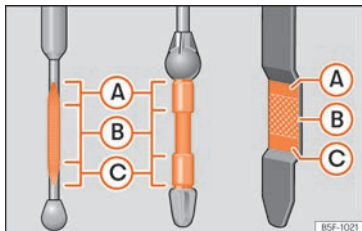

Fig. 244 Vareta de medição do nível de óleo.
- Em seguida, retire-a novamente e verifique o nível do óleo »» **Fig. 244**. Caso seja necessário, reponha óleo do motor.
- Quando o nível de óleo atingir pelo menos a zona »» Fig. 244 (B), enrosque a tampa do bocal de enchimento com cuidado »» !.
Se o nível do óleo se encontrar por cima da zona »» Fig. 244 (A), não ponha o motor em funcionamento. Pode causar danos no motor e no catalisador. Informe uma oficina especializada.
O nível do óleo não pode ultrapassar, em caso algum, a zona »» Fig. 244 (A). Caso contrário, poderia ser aspirado óleo pela ventilação do cárter da cambota e chegar à atmosfera através do sistema de escape.